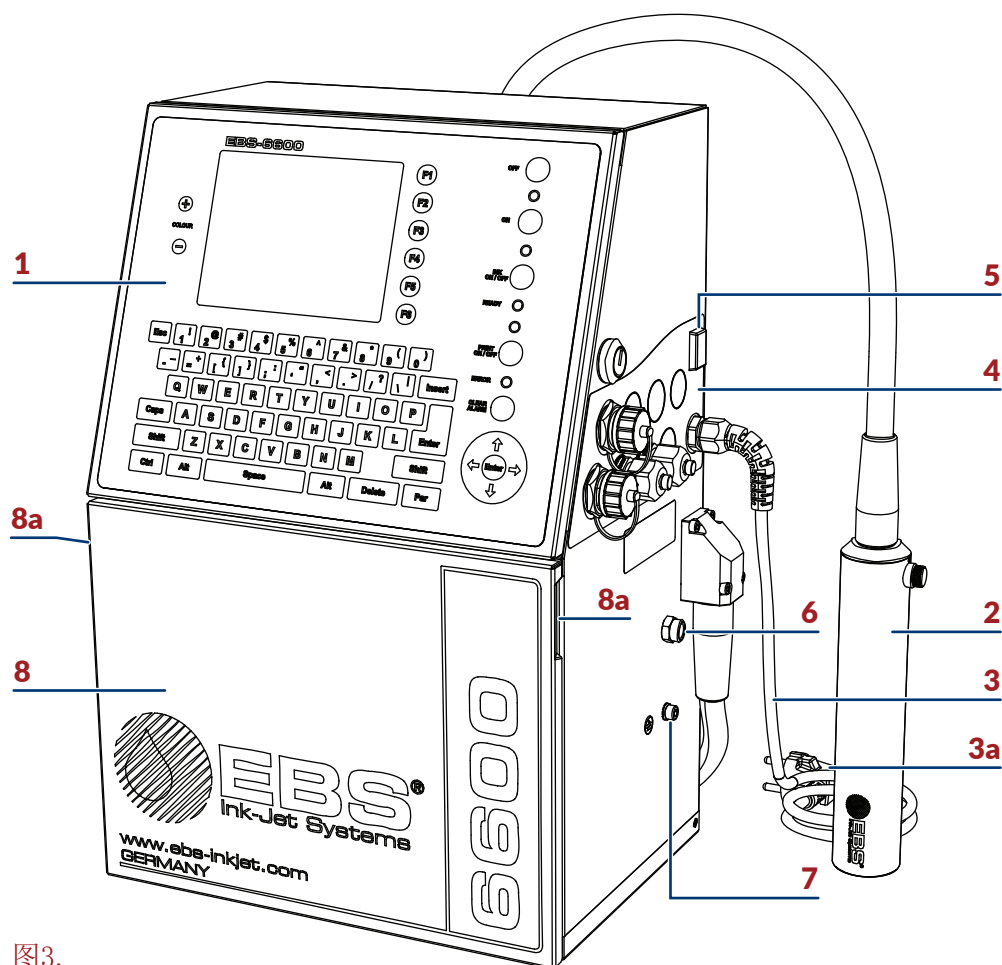

图3.
* - 根据 国别不同, 电源插头 3a 可能与图示有差异 图3。